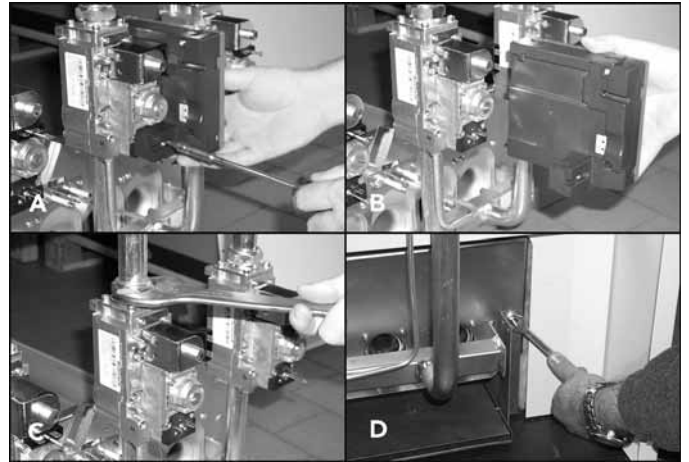

рис. 7 - Демонтаж и очистка горелок
- Если горелки на зажгутся и после электронного блока контроля пламени к газовому клапану (поз. А - рис. 7) и демонтируйте его с клапана (поз. В - рис. 7).
- Отвинтите гайки крепления трубы подачи газа, расположенной перед газовыми клапанами (поз. С - рис. 7).
- Отвинтите две гайки крепления дверцы камеры сгорания к чугунным элементам корпуса котла (поз. D - Орис. 7).